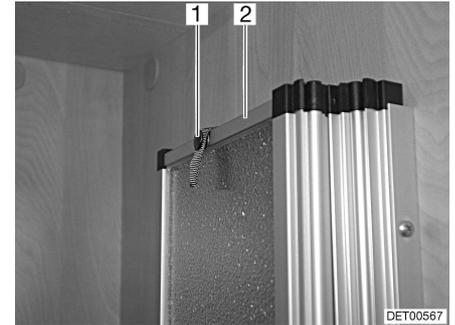

Bild 109 Befestigung, Duschtrennwand-Verkleidung
- Halteband (Bild 109,1) der Duschtrennwand (Bild 109,2) lösen und Duschtrennwand ausziehen.
- Duschtrennwand (Bild 109,2) zusammenfallen und mit Halteband (Bild 109,1) befestigen.